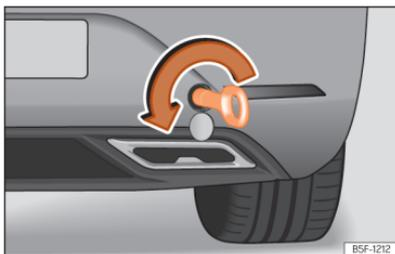

Abb. 215 Auf der rechten Seite des hinteren Stoßfängers: Eingeschraubte Abschleppöse.
- Drehen Sie die Abschleppöse **entgegen dem Uhrzeigersinn** so fest wie möglich in die Aufnahme »» (Abb. 215), »» ①. Verwenden Sie ein geeignetes Hilfsmittel, um die Abschleppöse festzuziehen.